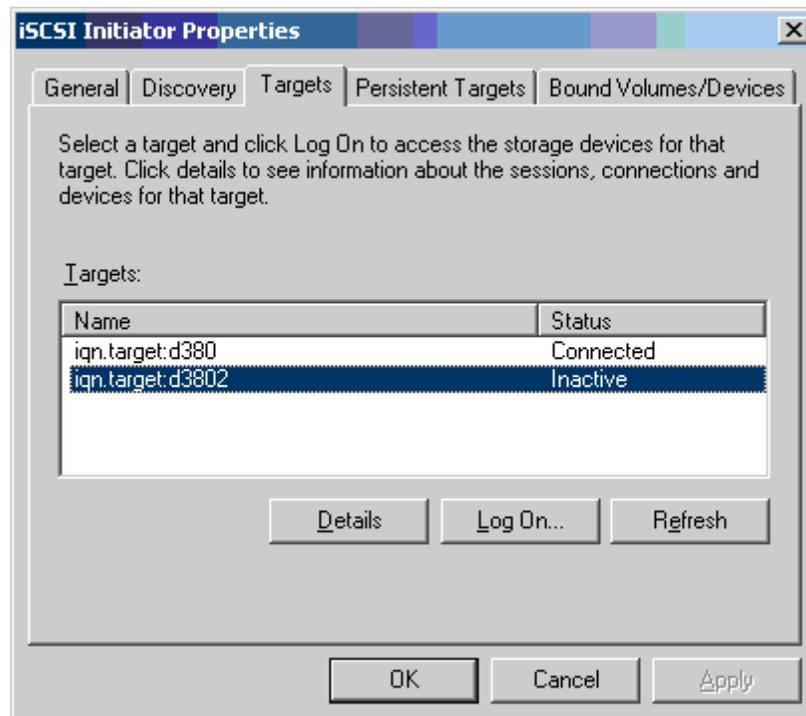

Figura 10-12. Propriedades do iniciador iSCSI: Página de destinos
9. Na guia Targets (Destinos), selecione o destino e clique em **Log On** (Fazer login) para fazer login no destino de iSCSI usando o adaptador iSCSI da QLogic. A Figura 10-12 mostra um exemplo.